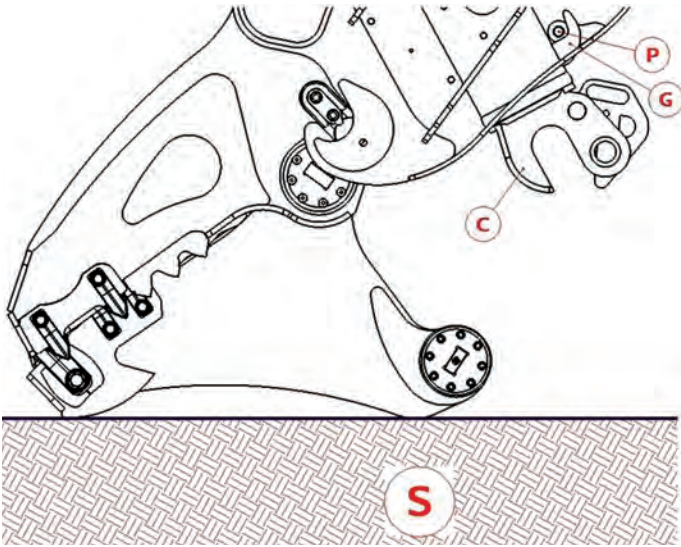
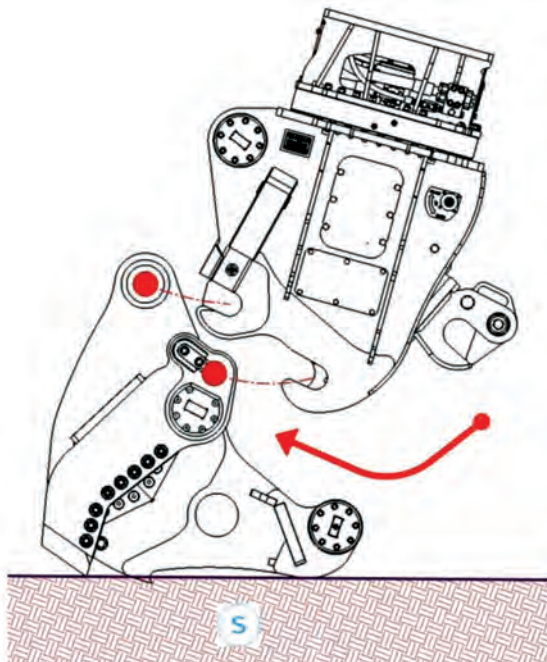

Рис. 5.2.7
Рис. 5.2.9
h) Подайте команду на закрытие цилиндра (C) и полностью задвиньте его, проверив, чтобы крюк (G) наделся на штифт (P) внутри рамы и оставался в таком положении при выполнении маневров (Рис. 5.2.7).
а) Удостоверьтесь, что цилиндр (C) находится внутри рамы, как на Рис. 5.2.7. а) Для облегчения сборки установите комплект на плоскую поверхность (S), как это показано на Рис. 5.2.9.
б) Подсоедините комплект (Рис. 5.2.9).